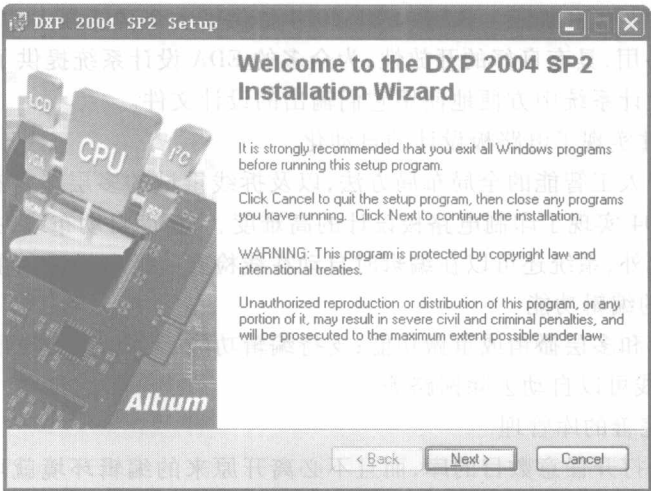

图 1-1 安装向导窗口
1. 启动 Windows 操作系统,进入 Protel DXP 2004 SP2 源文件所在文件夹,双击运行“Setup”文件夹中 Protel DXP 2004 SP2 的安装文件“Setup. exe”,此时会出现如图 1-1 所示的安装向导窗口。